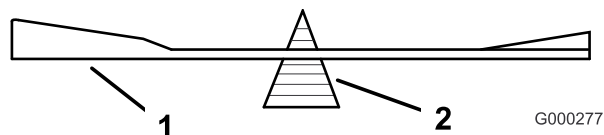

Figure 59
2. Vérifiez l'équilibre de la lame en la plaçant sur un équilibreur (Figure 59). Si la lame reste horizontale,